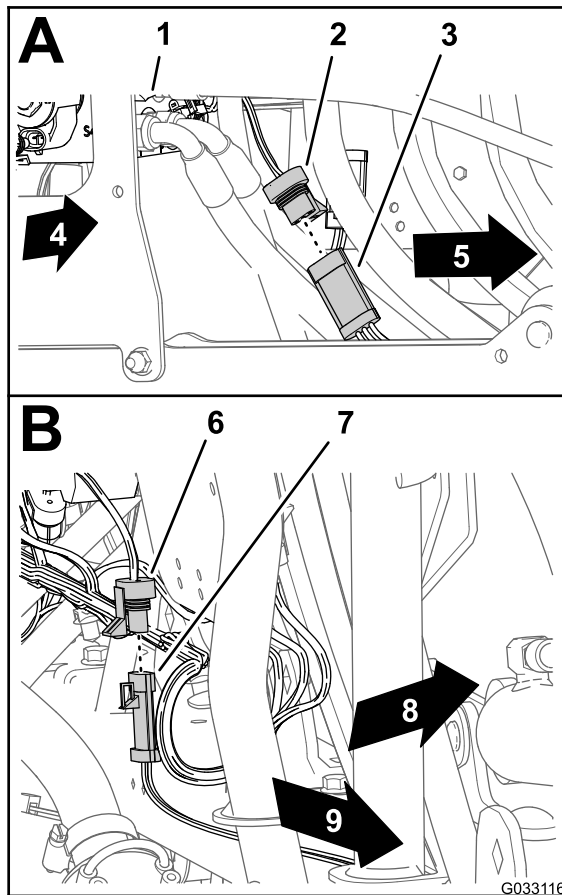

図 147
2. 左側ウルトラソニックセンサー用のケーブルの3ピンコネクタに、ソニックブームのワイヤハーネスの3ソケットコネクタを接続する 図 147のB。
1. 右側ウルトラソニックセンサー用のケーブルの3ピンコネクタに、ソニックブームのワイヤハーネスの3ソケットコネクタを接続する 図 147のA。